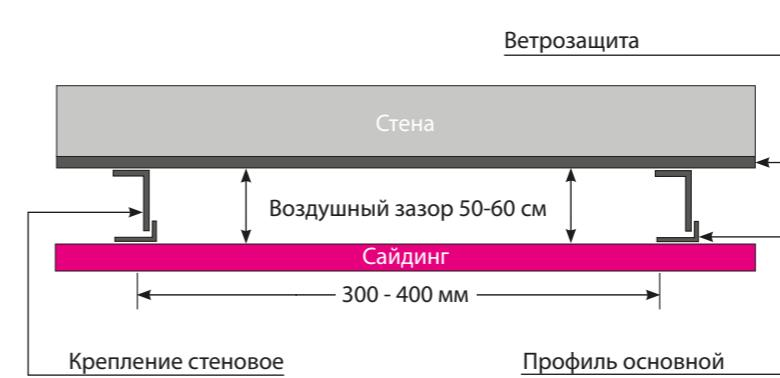

рис. 1
Сайдинг, софиты и доборные элементы монтируются на обрешетку. Для монтажа винилового сайдинга Grand Line® производителем рекомендуется использовать фасадную подсистему Grand Line. Для горизонтальной обшивки фасадная подсистема Grand Line монтируется вертикально, для вертикальной обшивки - горизонтально на расстоянии 300-400 мм по осям (рис. 1 и 2). Также профили устанавливаются полностью вокруг дверей, окон и других проемов, во всех углах и наверху, и внизу зашиваемой поверхности. Чтобы создать ровную поверхность стены для обшивки и избежать волнистых поверхностей, обрешетка выравнивается при помощи стенных креплений.
- ▷ смонтируйте обрешетку, используя фасадную подсистему Grand Line® (рис.1)